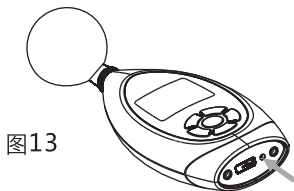

图13
- 在声级计的底部有外接电源插座，可将外接电源接到声级计，这时声级计内部电池自动断开。外接电源电压范围为4.5V~9V，极性为内负外正。如图13：